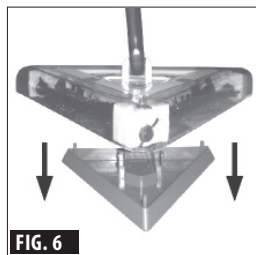

FIG. 6
4. Ensuite positionnez l'arrière du « bac à débris » sur le sol ou toute autre surface plane. Soulevez et alignez le socle du balai au-dessus du « bac à débris ». Correctement aligné, le logo du balai sur la face avant du « socle » sera en face vers le haut/l'avant du « bac à débris ». Fixez correctement le « socle » en bas (voir FIG. 6).